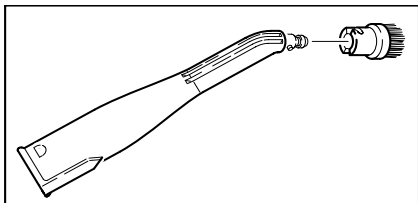

Рисунок 5
- З'єднайте необхідні насадки (D1, E1) з паровим пістолетом (С1). При цьому слід надіти відкритий кінець насадки на паровий пістолет (С1) і сунути доти, поки кнопка розблокування (С2) парового пістолета не увійде у зацеплення (див. рис. 5).